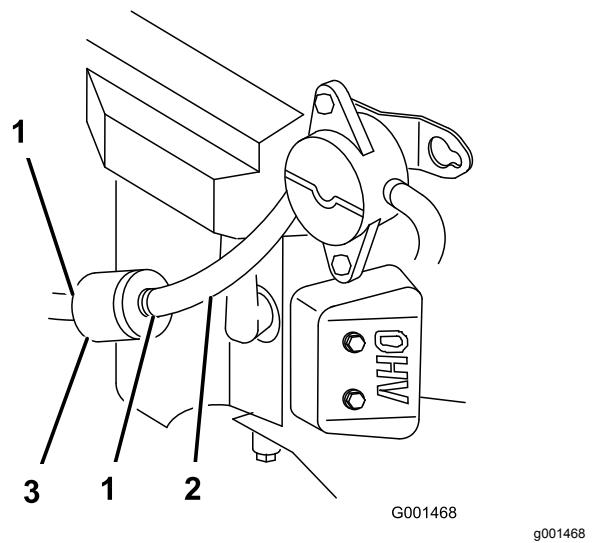

Bild 31
4. Drücken Sie die Enden der Schlauchklemmen zusammen und schieben Sie sie vom Filter weg (Bild 31).